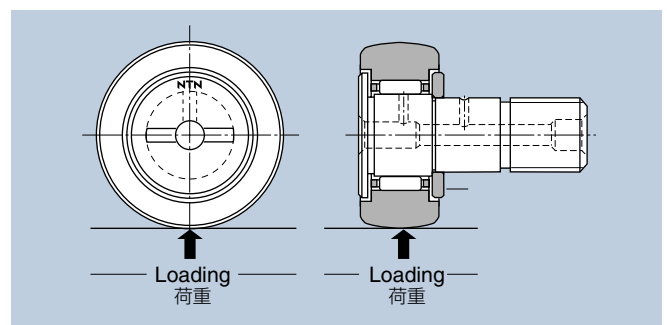

Fig.4
- (3) The oil hole position on the stud raceway surface is designated by the NTN mark stamped on the stud rib surface. Mount the stud so the oil hole is located opposite the load zone. (Fig. 4) If the oil hole is located within the load area, it may result in shorter life of the follower.
- (3) スタッドの軌道面にある油穴位置は、スタッドのつば面の NTNマークで示しており、非負荷域 (荷重を受けない側) に取付ける。(図4)
1. Insert the stud in the mounting hole so that the NTN mark (showing oil hole position) is located opposite of the loaded area of the bearings as illustrated in Fig. 4.
(7) スタッド偏心形カムフォロアの取付け調整は、次のように行う。
- 1 荷重が、作用する方向に対し、スタッドをNTNマーク（油穴位置）が図4の位置になるように取付け穴を挿入し、ナットを軽く締込む。この時スタッドは、回るようにしておく。